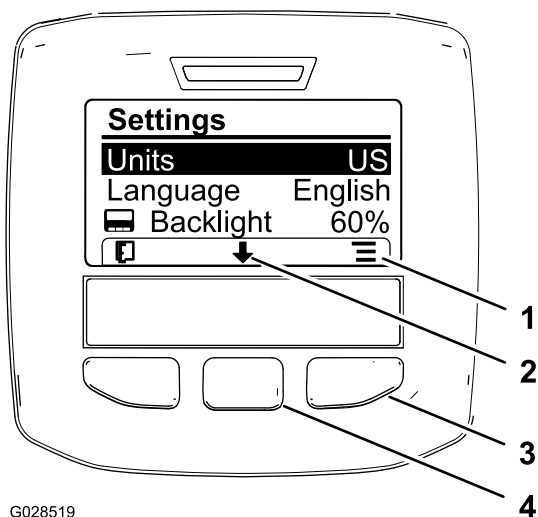

Рисунок 63
2. Чтобы изменить перечисленные на экране единицы измерения, нажмите правую кнопку выбора (Рисунок 63).
6. Нажмите левую кнопку выбора для возврата на главную страницу (Рисунок 63).
3. Чтобы изменить язык сообщений на дисплее, нажмите среднюю кнопку выбора (кнопка под значком «стрелка вниз» на дисплее), чтобы перевести выбранную позицию на Language (Язык) (Рисунок 63).
4. Нажмите правую кнопку выбора (кнопка под значком списка на дисплее), чтобы выделить из перечня языков тот, что будет использоваться для сообщений на дисплее (Рисунок 63).